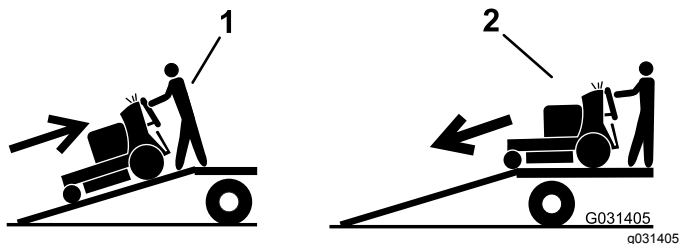

Figure 25
5. Montez la rampe en marche arrière (Figure 25).